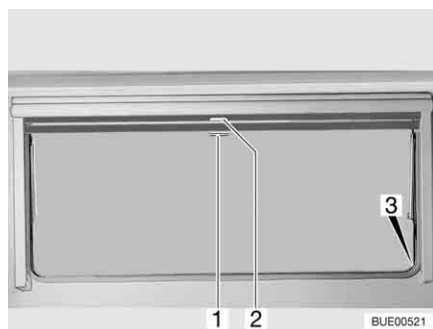

Fig. 54 Finestra apribile
- Tirare verso il basso l'oscurante a rullo accompagnandolo con la maniglia (Fig. 54,2). Quando si chiude completamente l'oscurante a rullo esso va agganciato da entrambi i lati al telaio della finestra nell'apposito elemento di fissaggio (Fig. 54,3).
- Quando l'oscurante a rullo è completamente chiuso: Spingere la maniglia (Fig. 54,2) verso il basso tirandola leggermente verso l'interno. Sganciare l'oscurante a rullo dagli elementi di fissaggio a destra e a sinistra del telaio della finestra.
- Quando l'oscurante a rullo si trova in posizione intermedia: Tirare la maniglia (Fig. 54,2) leggermente verso il basso finché l'elemento di fissaggio non si è sganciato.
- Tirare la maniglia (Fig. 54,1) della zanzariera a rullo verso il basso e agganciarla all'elemento di fissaggio (Fig. 54,3) su entrambi i lati del telaio della finestra.
- Spingere la maniglia (Fig. 54,1) verso il basso tirandola leggermente verso l'interno. Sganciare la zanzariera a rullo dagli elementi di fissaggio a destra e a sinistra del telaio della finestra.